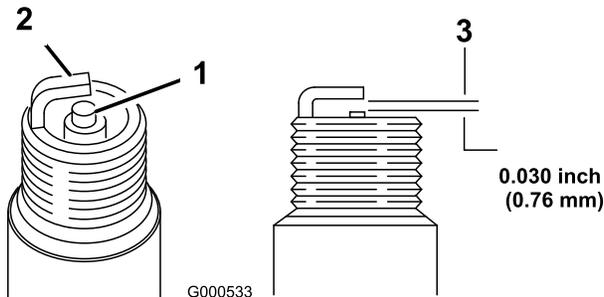

Figura 40
1. Mire la parte central de la(s) bujía(s) (Figura 40). Si se observa un color gris o marrón claro en el aislante, el motor está funcionando correctamente. Si el aislante aparece de color negro, significa que el limpiador de aire está sucio.
2. Compruebe la separación entre los electrodos central y lateral (Figura 40). Si la distancia no es correcta, doble el electrodo lateral (Figura 40).